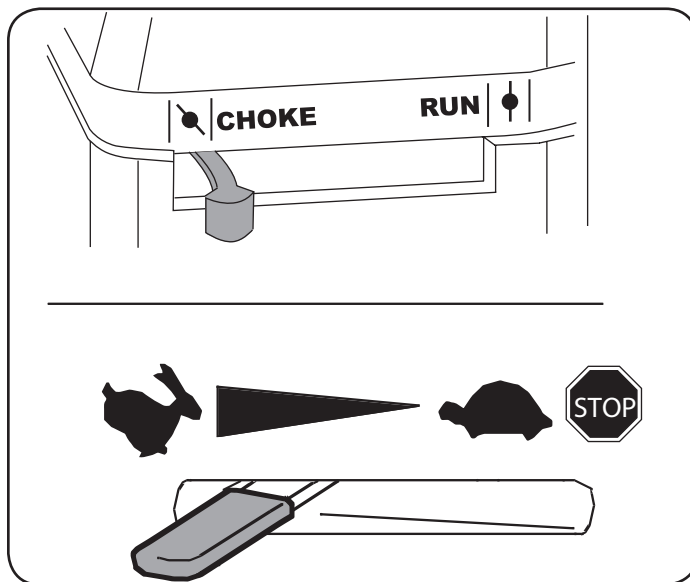

Figura 12
4. Mueva la palanca del cebador del motor a la posición CHOKE . (Si el motor está tibio puede no ser necesario cebarlo). Vea la Figura 12.
5. Mueva la palanca de control del regulador a la posición START/RUN (encendido / funcionando, representado por una liebre ). Vea la Figura 12.